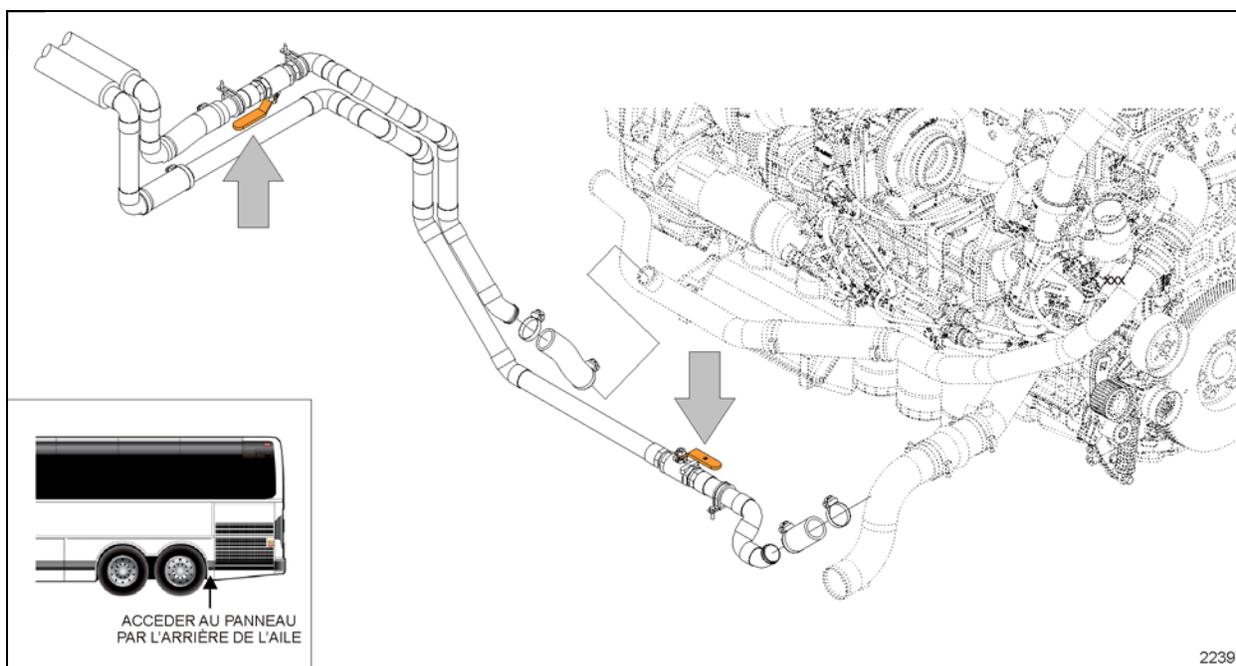
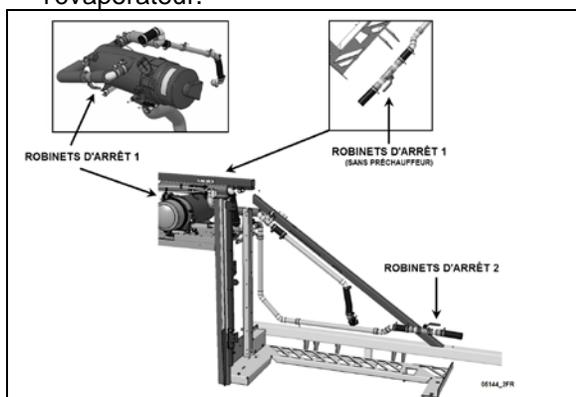

FIGURE 77 ROBINETS D'ARRÊT DE LA LIGNE DE CHAUFFAGE DE LA SÉRIE X (DISPOSITION DE TUYAUTERIE DE TRANSMISSION ALLISON ILLUSTRÉE)
FIGURE 78: ROBINET D'ARRÊT DE LA CONDUITE DE CHAUFFAGE DE LA SÉRIE H3
3. Fermer les soupapes d'arrêt des conduits d'eau chaude situées près du moteur du côté rue (voir Figure 77 ou Figure 78).
2. Fermer les deux soupapes d'arrêt de la canalisation de chauffage. (Figure 77 or Figure 78). L'une se trouve dans le compartiment moteur, côté route, en bas, près du radiateur, tandis que l'autre se trouve derrière l'aile articulée arrière gauche, près du préchauffage.